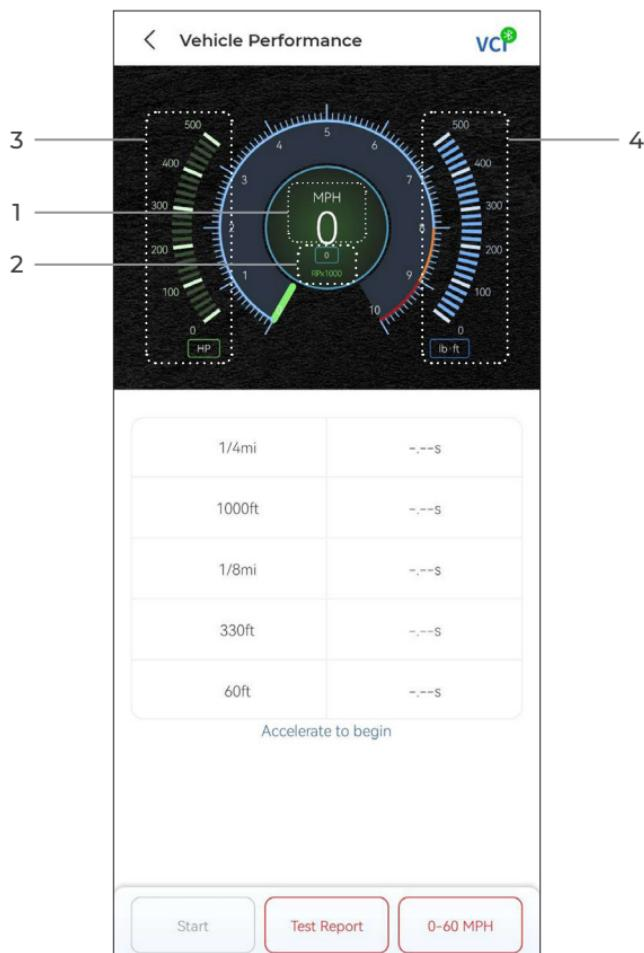
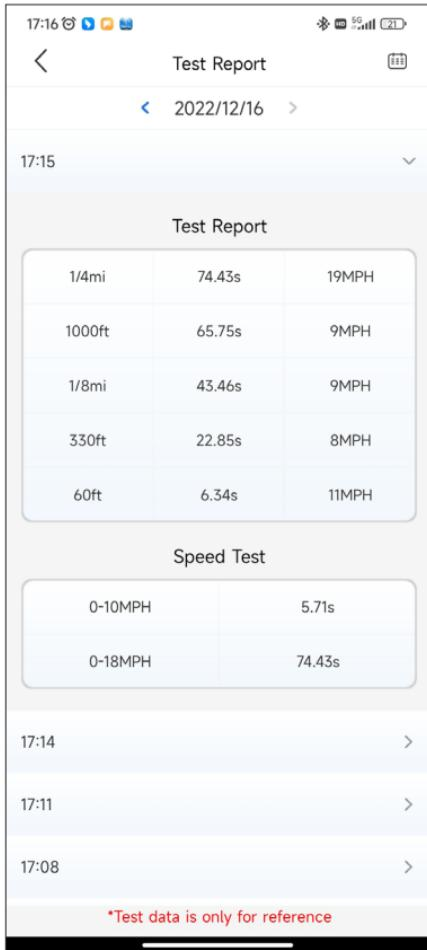

Figura 4-18
Figura 4-21
**Resultados de la prueba de 1/4 de milla** - registre el tiempo transcurrido para que un vehículo recorra una determinada distancia (60 pies, 330 pies, 1/8 de milla, 1000 pies, 1/4 de milla) y la velocidad instantánea en cada punto (consulte la Figura 4-18 y la Figura 4-21).
transcurrido para que un vehículo acelere a una velocidad específica (consulte la Figura 4-21).